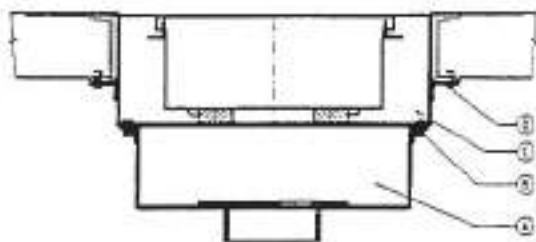

fig. 18
- svitare i dadi (fig. 18/B) che fissano il cassone di scarico supplementare (fig. 18/A);
- imbracare il cassone di scarico (fig. 18/C) con lo stesso mezzo di sollevamento (il peso del cassone di scarico è riportato nella "Scheda Tecnica"), svitare le viti (fig. 18/D) e sfilare il cassone di scarico dal basamento di sostegno della macchina, appoggiandolo a terra;